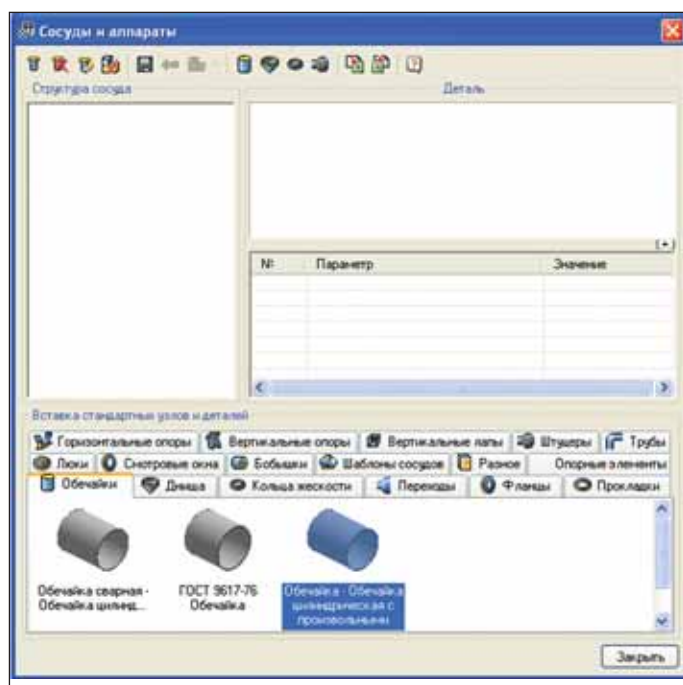

Рис. 2. Выбор обечайки с произвольными параметрами
2. В главном окне программы *Сосуды и аппараты* выберите в качестве первого базового элемента элемент *Обечайка* с произвольными параметрами из папки *Обечайки* (выбор производится двойным щелчком левой клавиши мыши) (рис. 2).